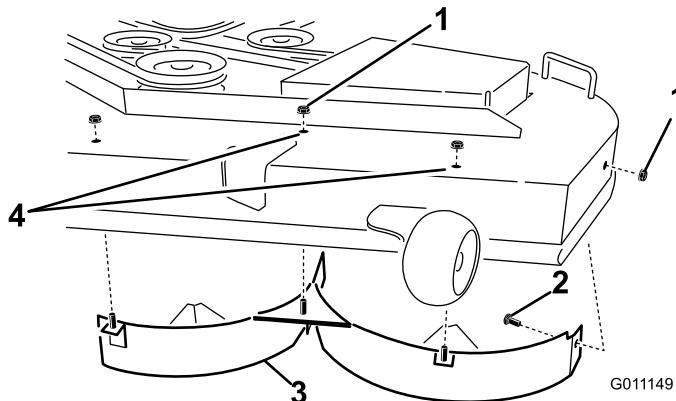

Figura 32
superior de la plataforma de corte, en las posiciones centro, centro izquierda e izquierda (Figura 32). Retire el perno de cuello cuadrado y la contratuerca, situados en la pared lateral de la plataforma de corte, que sujetan el deflector izquierdo a la plataforma.
7. Retire el deflector izquierdo de la plataforma de corte según se muestra en Figura 32.
8. Localice los dos pernos y las contratuerca entre las piezas sueltas. Instale estas fijaciones en los taladros indicados en Figura 32 de la plataforma de corte para evitar que se arrojen residuos al aire. Instale el perno con la cabeza por debajo de la plataforma, y sujetelo desde arriba con una contratuerca.